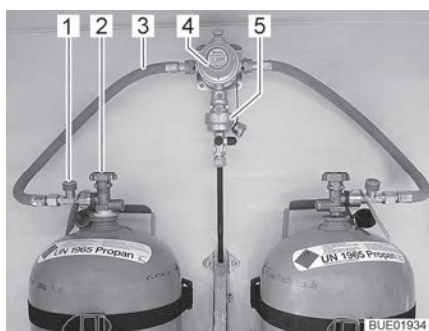
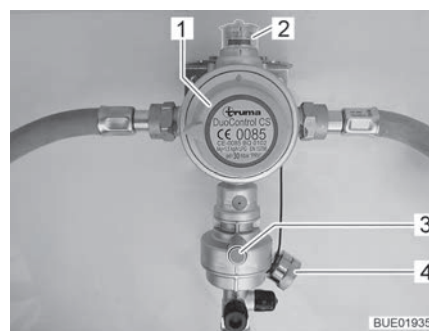
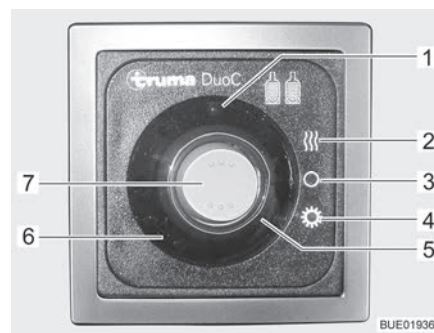

Fig. 43 Bouteilles de gaz avec DuoControl
Fig. 44 Système de réglage DuoControl
Fig. 45 Unité de commande (DuoControl)
Le système de réglage DuoControl se compose d'une valve de commutation (Fig. 43,4) et d'un capteur de crash (Fig. 43,5). Le système de réglage est monté entre les lyres (Fig. 43,3) avec une sécurité de rupture de tuyau (Fig. 43,1). Un bouton rotatif (Fig. 44,1) situé sur la valve de commutation permet de définir laquelle des bouteilles de gaz est celle de service et laquelle est celle de réserve.
L'état de l'alimentation en gaz est affiché sur le regard (Fig. 44,2) :
Le fonctionnement avec une seule bouteille de gaz est autorisé, la prise à découvert doit cependant être obturée avec le couvercle borgne (Fig. 44,4) dans ce cas-là.
Le capteur de crash coupe l'arrivée du gaz en cas de secousses importantes (par exemple accident). Le capteur de crash s'active en appuyant sur le bouton Reset vert (Fig. 44,3).
La sécurité de rupture de tuyau (Fig. 43,1) coupe l'arrivée de gaz quand le tuyau raccordé se rompt. La sécurité de rupture de tuyau s'active en appuyant sur la touche verte.
L'arrivée du gaz s'ouvre et se ferme sur l'unité de commande (Fig. 45) au moyen du système de réglage DuoControl. Les robinets principaux (Fig. 43,2) des bouteilles de gaz et les robinets d'arrêt de gaz des appareils doivent être ouverts manuellement.
Les régimes hiver et été se commutent au moyen du commutateur à bascule (Fig. 45,7) de l'unité de commande.
Les deux voyants de contrôle de l'unité de commande indiquent le niveau de remplissage de la bouteille de service. Le voyant de contrôle vert (Fig. 45,6) est allumé quand la bouteille de service est suffisamment pleine. Lorsque le voyant de contrôle rouge (Fig. 45,5) s'allume, la bouteille de service est vide. L'alimentation en gaz s'effectue également par la bouteille de réserve.
- Choisir la bouteille de gaz avec le bouton rotatif (Fig. 44,1) de la valve de commutation à partir de laquelle le gaz sera utilisé principalement (bouteille de service). Toujours tourner le bouton rotatif à fond.
- Ouvrir les robinets principaux (Fig. 43,2) des bouteilles de gaz.
- Appuyer sur la touche verte de la sécurité de rupture de tuyau (Fig. 43,1). Le repère vert est affiché sur le regard (Fig. 44,2).
- Activer le système de réglage DuoControl sur l'unité de commande (Fig. 45). Pour ce faire, régler le commutateur à bascule (Fig. 45,7) sur régime hiver (Fig. 45,2) ou bien sur régime été (Fig. 45,4). Le voyant de contrôle jaune du dégivreur (Fig. 45,1) s'allume quand le régime hiver est choisi.
- Placer le commutateur à bascule (Fig. 45,7) sur la position ARRÊT (Fig. 45,3). Les voyants de contrôle s'éteignent.
- Fermer les robinets principaux (Fig. 43,2) des bouteilles de gaz.
Le voyant de contrôle vert (Fig. 45,6) s'éteint durant le fonctionnement et le voyant de contrôle rouge (Fig. 45,5) s'allume quand la bouteille de service est vide et doit être remplacée. Le repère rouge est indiqué sur le regard (Fig. 44,2). La bouteille de réserve alimente les appareils à gaz.
- Tourner le bouton rotatif (Fig. 44,1) d'un demi-tour en direction de la bouteille de gaz actuellement utilisée. Cette bouteille de gaz devient alors la bouteille de service, la bouteille vide devient celle de réserve. Le repère dans le regard (Fig. 44,2) passe du rouge au vert.
- Fermer le robinet principal (Fig. 43,2) de la bouteille de gaz vide. Observer le sens de la flèche.
- Appuyer sur la touche verte de la sécurité de rupture de tuyau (Fig. 43,1).